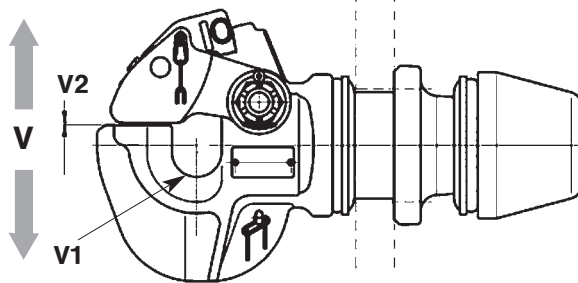

Abb. 11
- Kupplungskopf mit entsprechendem Werkzeug auf- und abwärts bewegen (**V**) (s. Abb.11):